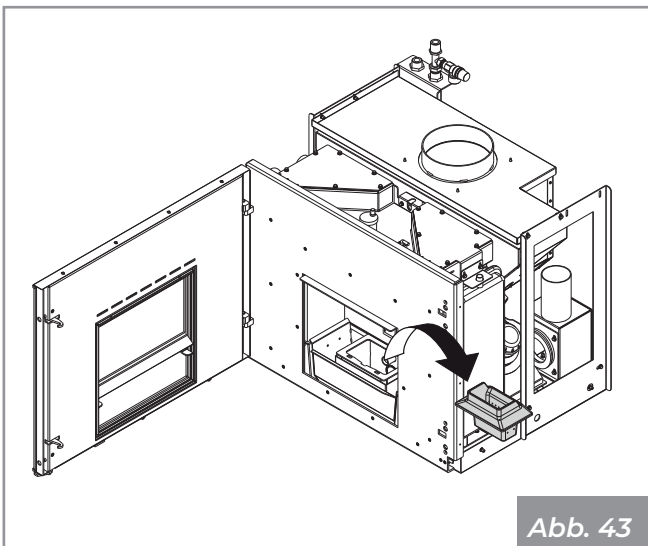

Abb. 43
- Entfernen Sie die Brennschale (**Abb. 43**).